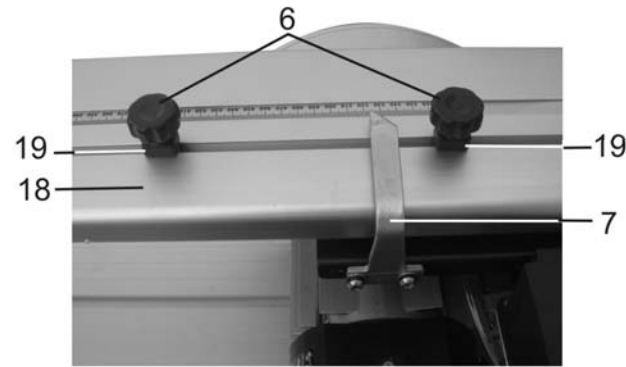

Рис. 6
9.2.2. На направляющей (18) установите ограничители (19) и гайками крепления (6) зафиксируйте положение, Рис. 6.
## 10.3. Регулировка ограничения хода отрезного диска (Рис. 6,8)